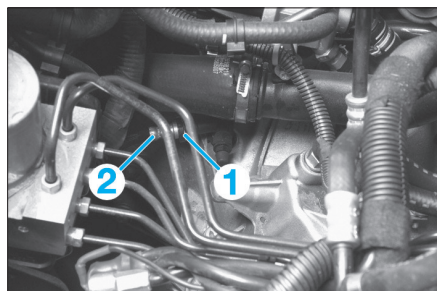

FIG. 94
- le tuyau du récepteur d'embrayage, déposer l'agrafe (1) puis tirer sur la canalisation (2) (Fig.94),